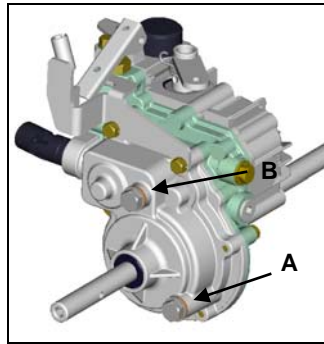

Fig. 20
2. Commencer par remplacer l'huile de transmission mécanique. Retirer le bouchon de vidange (A, fig. 20) et incliner la machine sur l'arrière pour vidanger l'huile. Assurez vous que la totalité de l'huile de transmission est vidangée et remonter le bouchon de vidange. Verser 0.18 l. d'huile de transmission mécanique(#90) par le bouchon de remplissage B(Fig.20), et resserrer les deux bouchons.